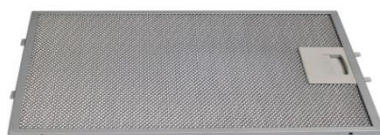

Рис. 1
1. Снимите алюминиевый жирулавливающий фильтр (рис. 1).
6. Установите алюминиевый жироулавливающий фильтр (рис. 1).